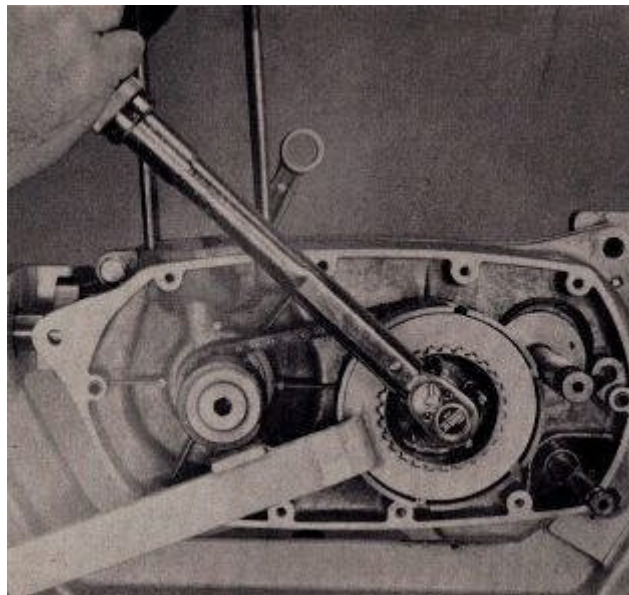

FIG. 100
19. Con la herramienta de embrague todavía en posición, apriete la tuerca del cubo del embrague a 65-70 libras / pie. de torsión (fig. 100).